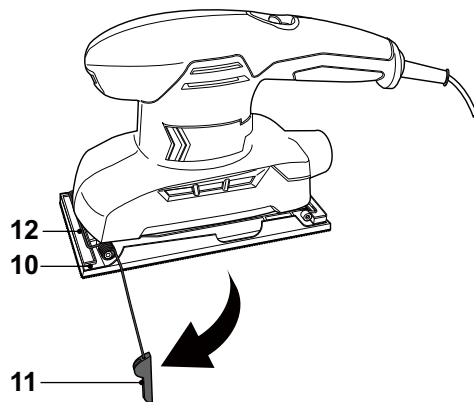

Fig. 4
- > Presione hacia abajo la palanca de sujeción (11) hacia abajo a lo largo de la placa base (10) para abrir la barra de sujeción (12) (Fig. 4).